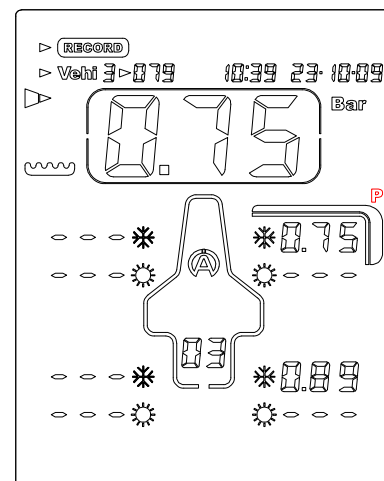

Figure 6
- 8) Pressez le bouton central  pour enregistrer la température mesurée et préparez le Tyrecontrol sur le point de capture suivant (*Figure 6*)